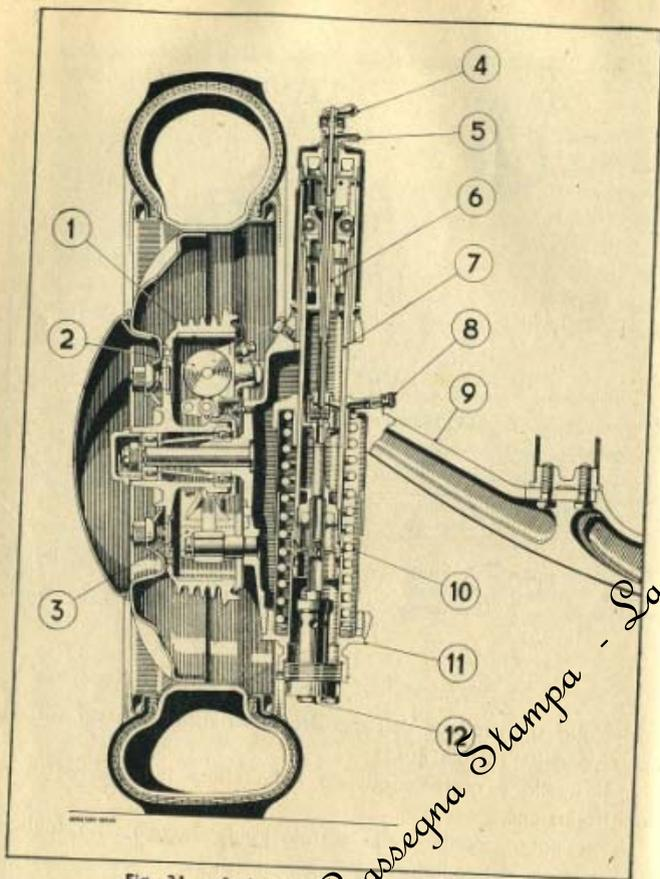

Fig. 31. - Sezione della sospensione anteriore.
La sospensione anteriore è del classico tipo brevettato « Lancia » a ruote indipendenti con molle ad elica cilindrica ed ammortizzatori a liquido (vedi fig. 31).
- b) Svitare il tappo inferiore (12) (fig. 31).
- c) Girare il coperchietto dell'ingrassatore (8) sino a che non sia scoperto il foro d'introduzione dell'olio;
Per la regolazione dell'ammortizzatore occorre avvitarla la vite di regolazione (4) (Vedi fig. 31) fino a che l'estremità inferiore dell'asta interna chiuda il foro di passaggio dell'olio, quindi svitarla di circa due giri (in inverno 2÷3 giri, in estate 1÷2 giri).